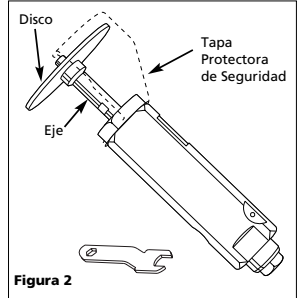

Figura 2
3. Centre el nuevo disco en el eje (Vea Figura 2). Cerciérese de que disco que va a usar está diseñado para el número de s^{-1} de la herramienta neumática (Vea IN170102AV). Apriete bien el tornillo.